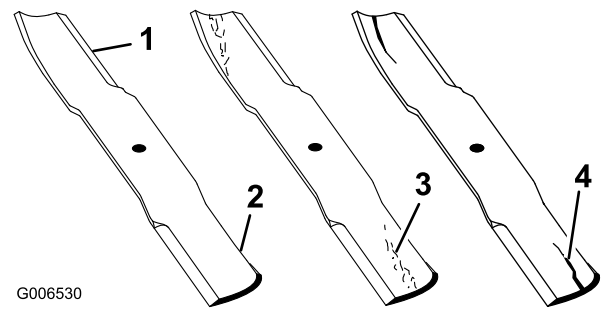

Figura 49
1. Inspeccione los filos de corte (Figura 49). Si los bordes no están afilados o tienen muescas, retire las cuchillas y afílelas. Consulte Afilado de las cuchillas.
2. Inspeccione las cuchillas, especialmente la parte curva (Figura 49). Si observa fisuras, desgaste o la formación de una ranura en esta zona (elemento 3 en la Figura 49), instale de inmediato una cuchilla nueva.